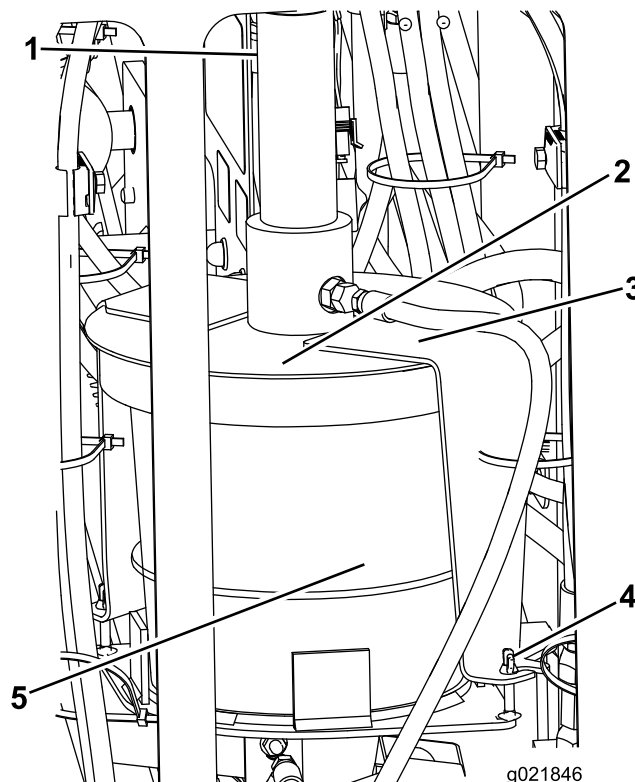

Рисунок 93
3. Ослабьте барашковые гайки крепления накладок крышки к машине (Рисунок 93).
4. Поверните крышку и снимите ее накладки с крепежных болтов (Рисунок 93).
5. Поднимите крышку в сборе, сняв ее с пустой емкости состава для резьбы (Рисунок 93).
7. Вставьте плунжер в новую емкость и опустите крышку в сборе на емкость (Рисунок 93).
8. Наденьте накладки крышки на крепежные болты и поверните крышку, чтобы накладки находились на болтах (Рисунок 93).